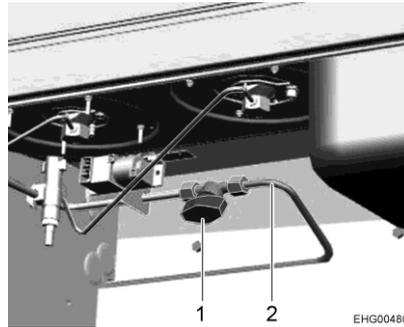

Fig. 42 Válvula de paso de gas
En el vehículo está instalada una válvula de paso de gas (Fig. 42,1) para la cocina de gas. La válvula de paso de gas se encuentra debajo de la cocina de gas.
- Abrir:** ■ Ajustar la válvula de paso de gas en sentido paralelo a la tubería de gas (Fig. 42,2).